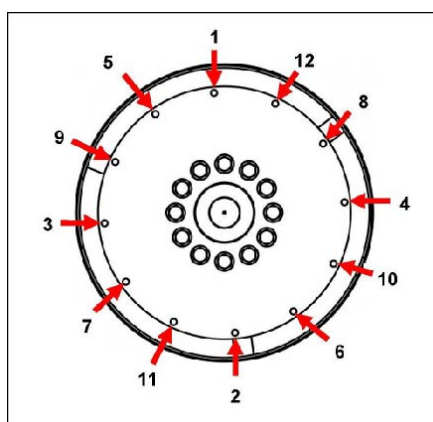

РИС. 15. ПОСЛЕДОВАТЕЛЬНОСТЬ КРЕПЛЕНИЯ
10. Извлеките установочные штифты. Установите на место болты муфты, поместив под их головками усиленные стопорные шайбы. Затяните болты крепления диска муфты к маховику, соблюдая последовательность, указанную в Рис. 15 на стр. 27.